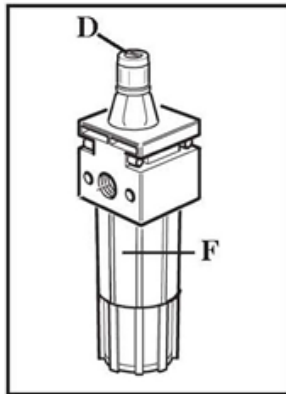

Fig. 5-1
- Contrôler le niveau d'huile du séparateur huile/eau. Si le niveau est bas, dévisser le godet F avant de remplir. Utiliser uniquement des huiles conformes à la norme ISO HG, viscosité ISO VG32, par ex. : ESSO Febis K32, MOBIL Vacouline 1405, KLUBER 32 (fig. 5-1).
- Actionner la pédale du décolle-talon 3 à 4 fois pour vérifier si de l'huile est bien injectée dans le godet F. Si ce n'est pas le cas, régler la vis D (fig. 5-1).